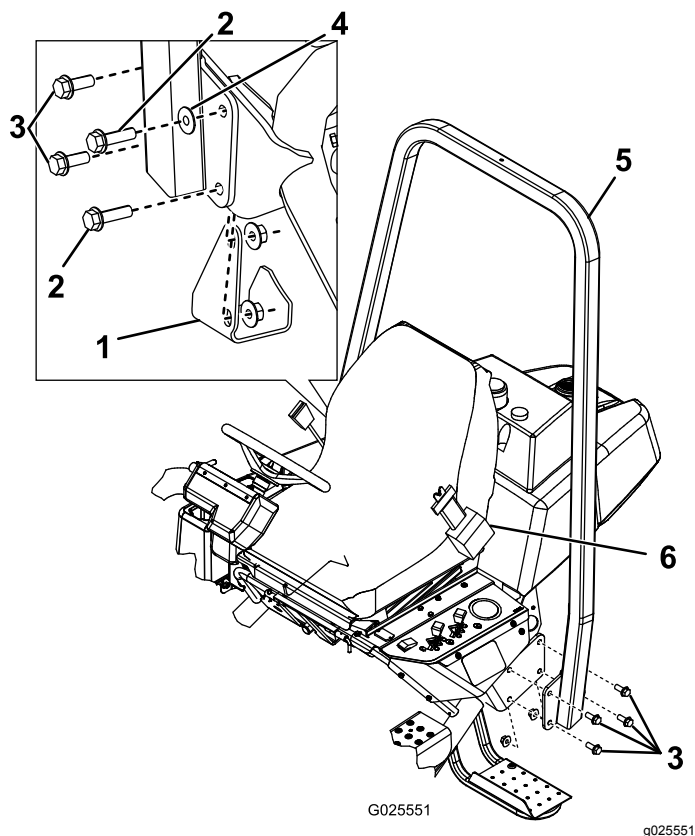

図 6
2. ROPS フレーム 図 6 を取り付けブラケットの上に置いて取り付け穴をそろえる。
3. ROPSの左側を取り付けブラケットに固定するボルト 1/2" x 1 1/2" 4本とロックナットを使用する 図 6。91-115 N·m 67-85 ft·lb = 9.3-11.7 kg·m にトルク締めする。
4. ROPSバーの右側、および先ほど取り外したジャッキパッドを、取り付けブラケットに固定するボルト 1/2" x 1 1/2" 2本、ボルト 1/2" x 1 3/4" 2本、ワッシャ1枚とロックナットを使用し、図 6 に示すように取り付ける。91-115 N·m 67-85 ft·lb = 9.3-11.7 kg·m にトルク締めする。
重要ワッシャが図 6に示す位置に間違いなく取り付けられていることを確認してください。